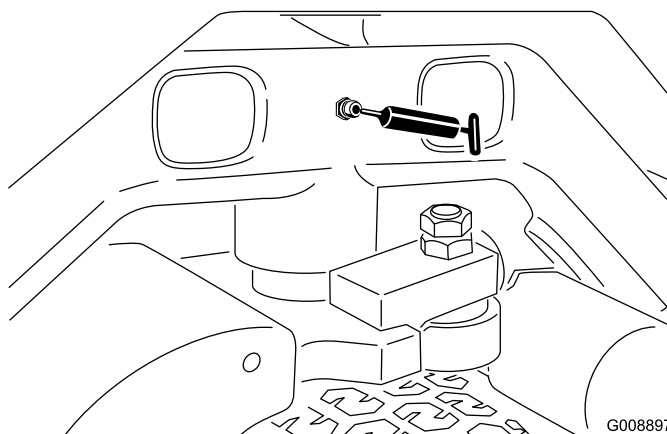

Figura 47
- Perno dello sterzo (Figura 47)